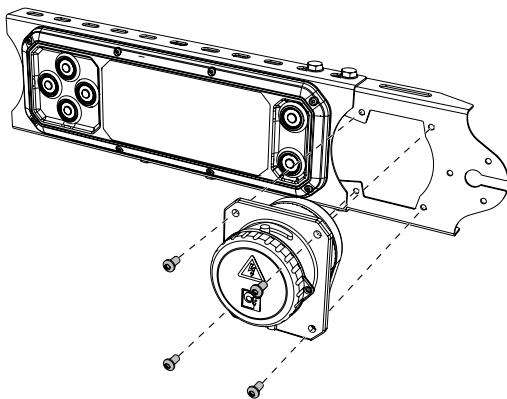
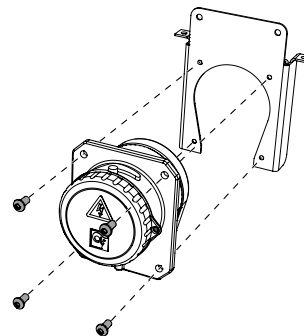

Figure 64. Installation de l'interrupteur principal à côté de l'actionneur CD 19
Figure 65. Installation de l'interrupteur principal sur le support universel
1. Montez l'interrupteur principal sur le support à côté de l'actionneur CD 19 ou à n'importe quel endroit bien protégé avec support universel, voir Figure 64 et Figure 65.